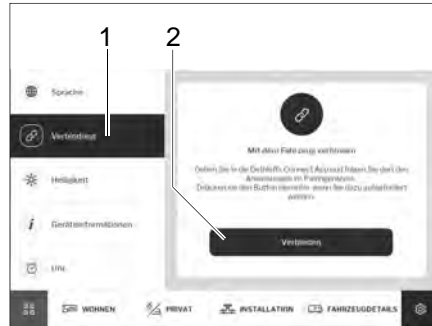

Bild 275 Verbindung über EHG Display
- Auf Schaltfläche *Verbindung* (Bild 275,1) tippen.
- Auf Schaltfläche *Verbinden* (Bild 275,1) tippen.